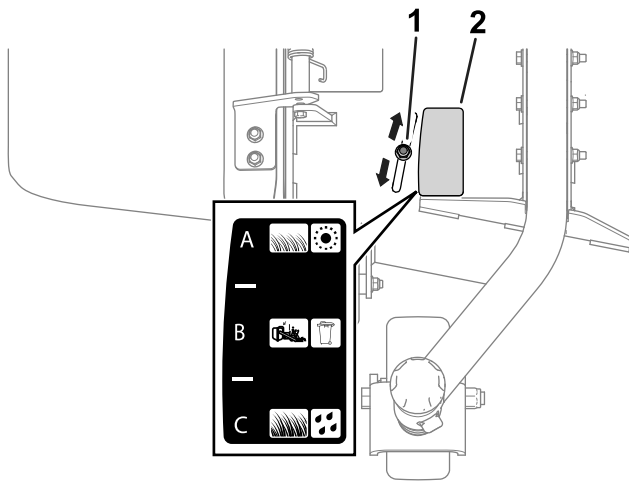

図 15
2. ナットをゆるめる 図 15。
フローバッフルの各位置の説明を以下に挙げます。図 15 に示すバッフルの各位置 A, B, C はデカルの絵と同じです。